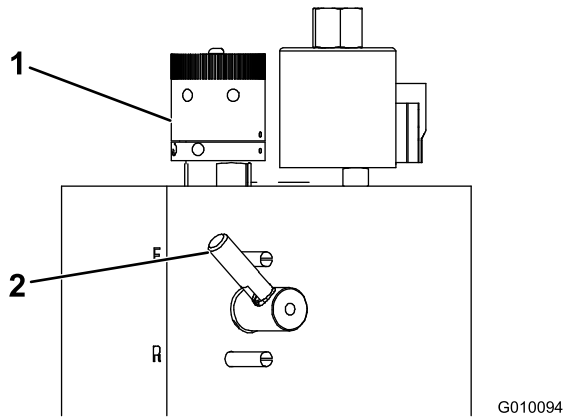

Figura 33
2. Asegúrese de que el mando de autoafilado está en la posición F (hacia adelante) (Figura 33).
3. Gire el mando de control de velocidad del molinete (Figura 33) al número determinado en el paso 1.